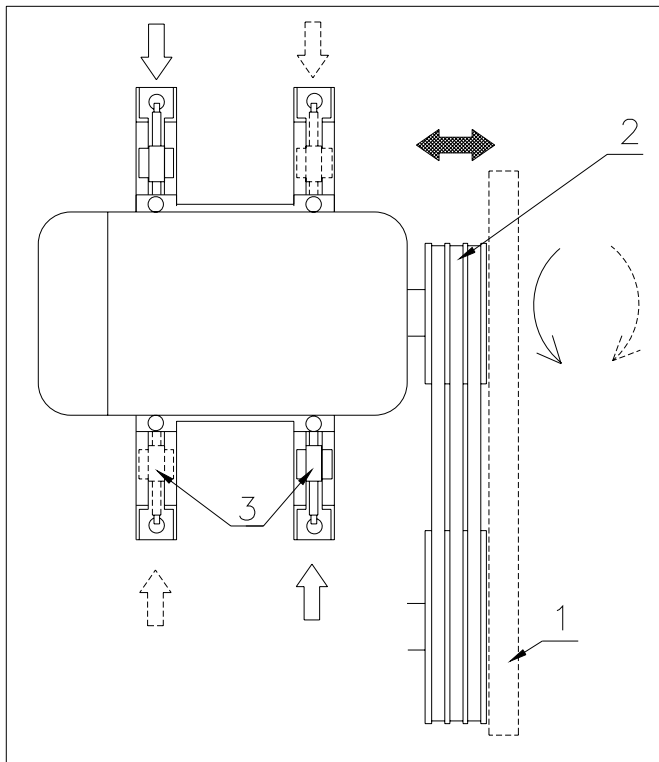

Fig. 7.7
Si l'axe du moteur n'est pas parallèle à celui de la pompe, le moteur peut être tourné comme indiqué en Figure 7.7. Desserrez, pour ceci, les boulons de fixation du moteur et déplacez-le au moyen des tendeurs (3). Si nécessaire, un des tendeurs peut être placé à la partie supérieure du moteur pour obtenir le résultat désiré. Veillez à la bonne tension des courroies ! Remontez la plaque de protection.